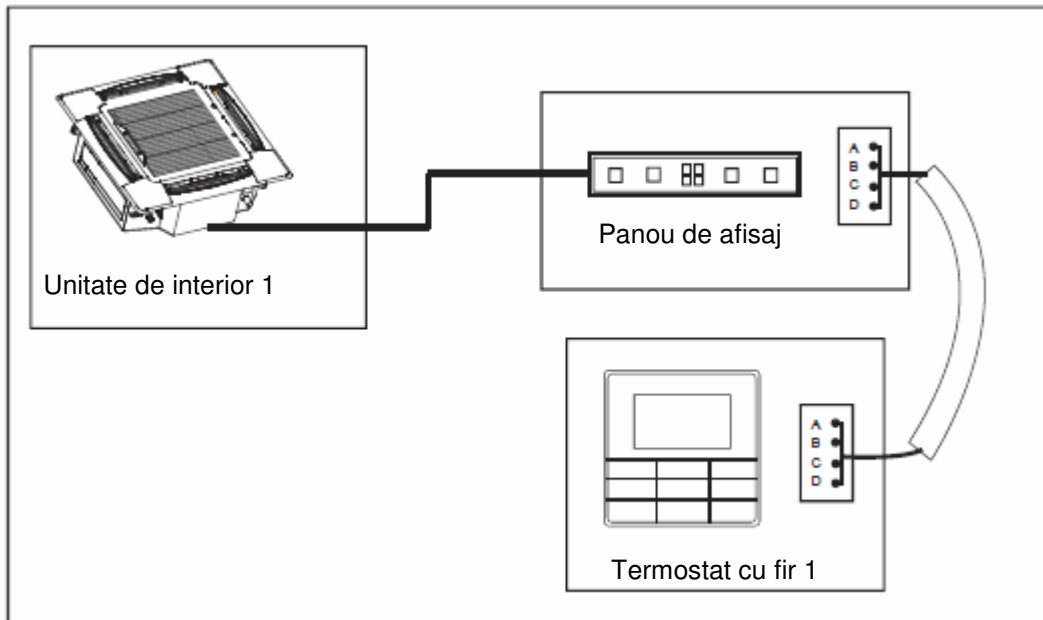

Figura 6.9
- Utilizati un termostat cu fir pentru a comanda 1 unitate de interior (a se vedea Figura 6.9).